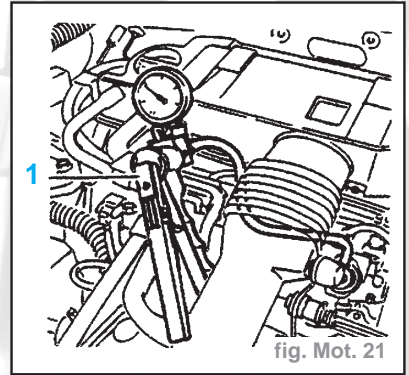

fig. Mot. 21
- Faire chuter la pression dans le circuit de carburant, en appliquant une dépression sur le régulateur de pression avec la pompe à vide (1) (fig. Mot. 21).